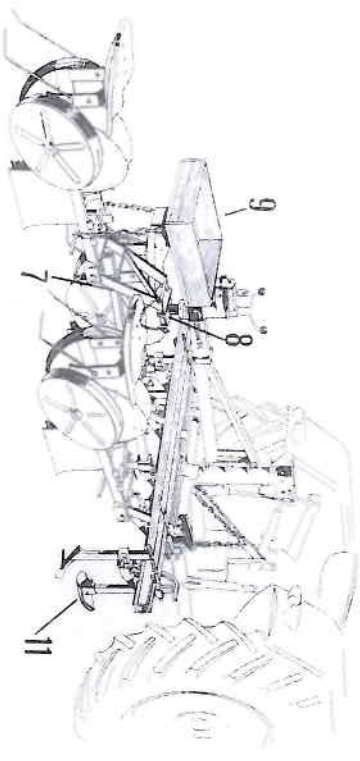

Abb. 83 Pflanzensetzmaschine 3-reihig "System Weiste"
Bei 3-reihigem Pflanzensetze- rät mit Reihendstand unter 50 cm wird ein Pflanzensetzaggre- gat nach hinten in die Mitte ge- setzt (Abb. 83). Bei dieser Aus- rüstung wird der kleine Ausleger verwendet. Ein Zwischenstück (7), welches das hintere Pflan- zensetzaggregat aufnimmt, wird auf den Spindelfuß (8) aufge- steckt. Die Pflanzenkiste (9) mit zwei Hubketten wird auf das Auslegerende aufgesteckt. Die Hubketten werden an den Fuß- stützen eingehängt.